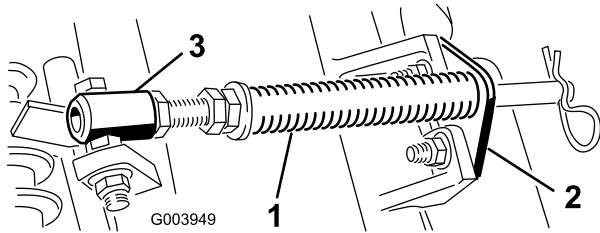

Figura 4
- A. Togliete i due bulloni a testa tonda e i dadi che fissano la staffa dell'asta alle alette degli elementi di taglio (Figura 4).
- B. Rimuovete il dado flangiato che fissa il bullone del tubo della molla all'aletta del telaio portante (Figura 4). Rimuovete il gruppo.